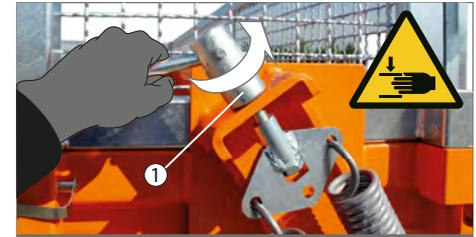

Abb. 125 Hebefedern lösen
- ▶ Drehen Sie die Spannschraube (Abb. 125/1) mit dem Hebel komplett auf.
- ▶ Führen Sie das Federhebwerk mit Gewindebolzen (Abb. 125/3) aus dem Halter (Abb. 125/2) heraus.